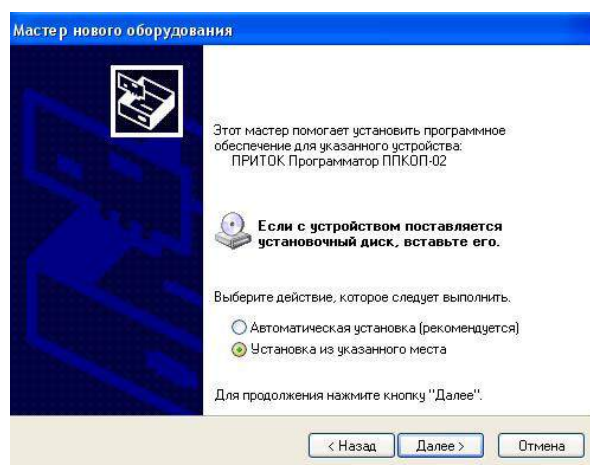

Рисунок 3. Выбор типа установки
3.2 В следующем окне (рис. 3) выберите пункт «Установка из указанного места» и нажмите кнопку далее.